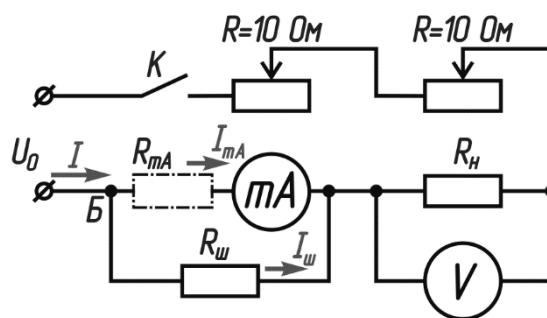

Рисунок 2
2. Так как сила тока в цепи даже с двумя последовательно соединёнными токоограничивающими сопротивлениями по 10 Ом превышает диапазон измерения миллиамперметра, то параллельно ему (на его клеммы) следует подключить шунтирующее сопротивление, так, чтобы разделить ток между ним и миллиамперметром (см. рис. 2). Используя правила Кирхгофа, можно получить выражение для коэффициента пропорциональности между силой тока в цепи I и силой тока I_{mA} , проходящего через миллиамперметр
3. Чтобы определить коэффициент пропорциональности n между силой тока в цепи и силой тока, проходящего через миллиамперметр, вместо электродвигателя подключается проволочный резистор с известным номинальным сопротивлением. Соберите схему с зашунтированным миллиамперметром (на рис. 2) и показание вольтметра, подключённого параллельно к номинальному сопротивлению, запишите как U_H , а показания мультиметра как I_{mA} . Силу тока можно рассчитать по закону Ома: